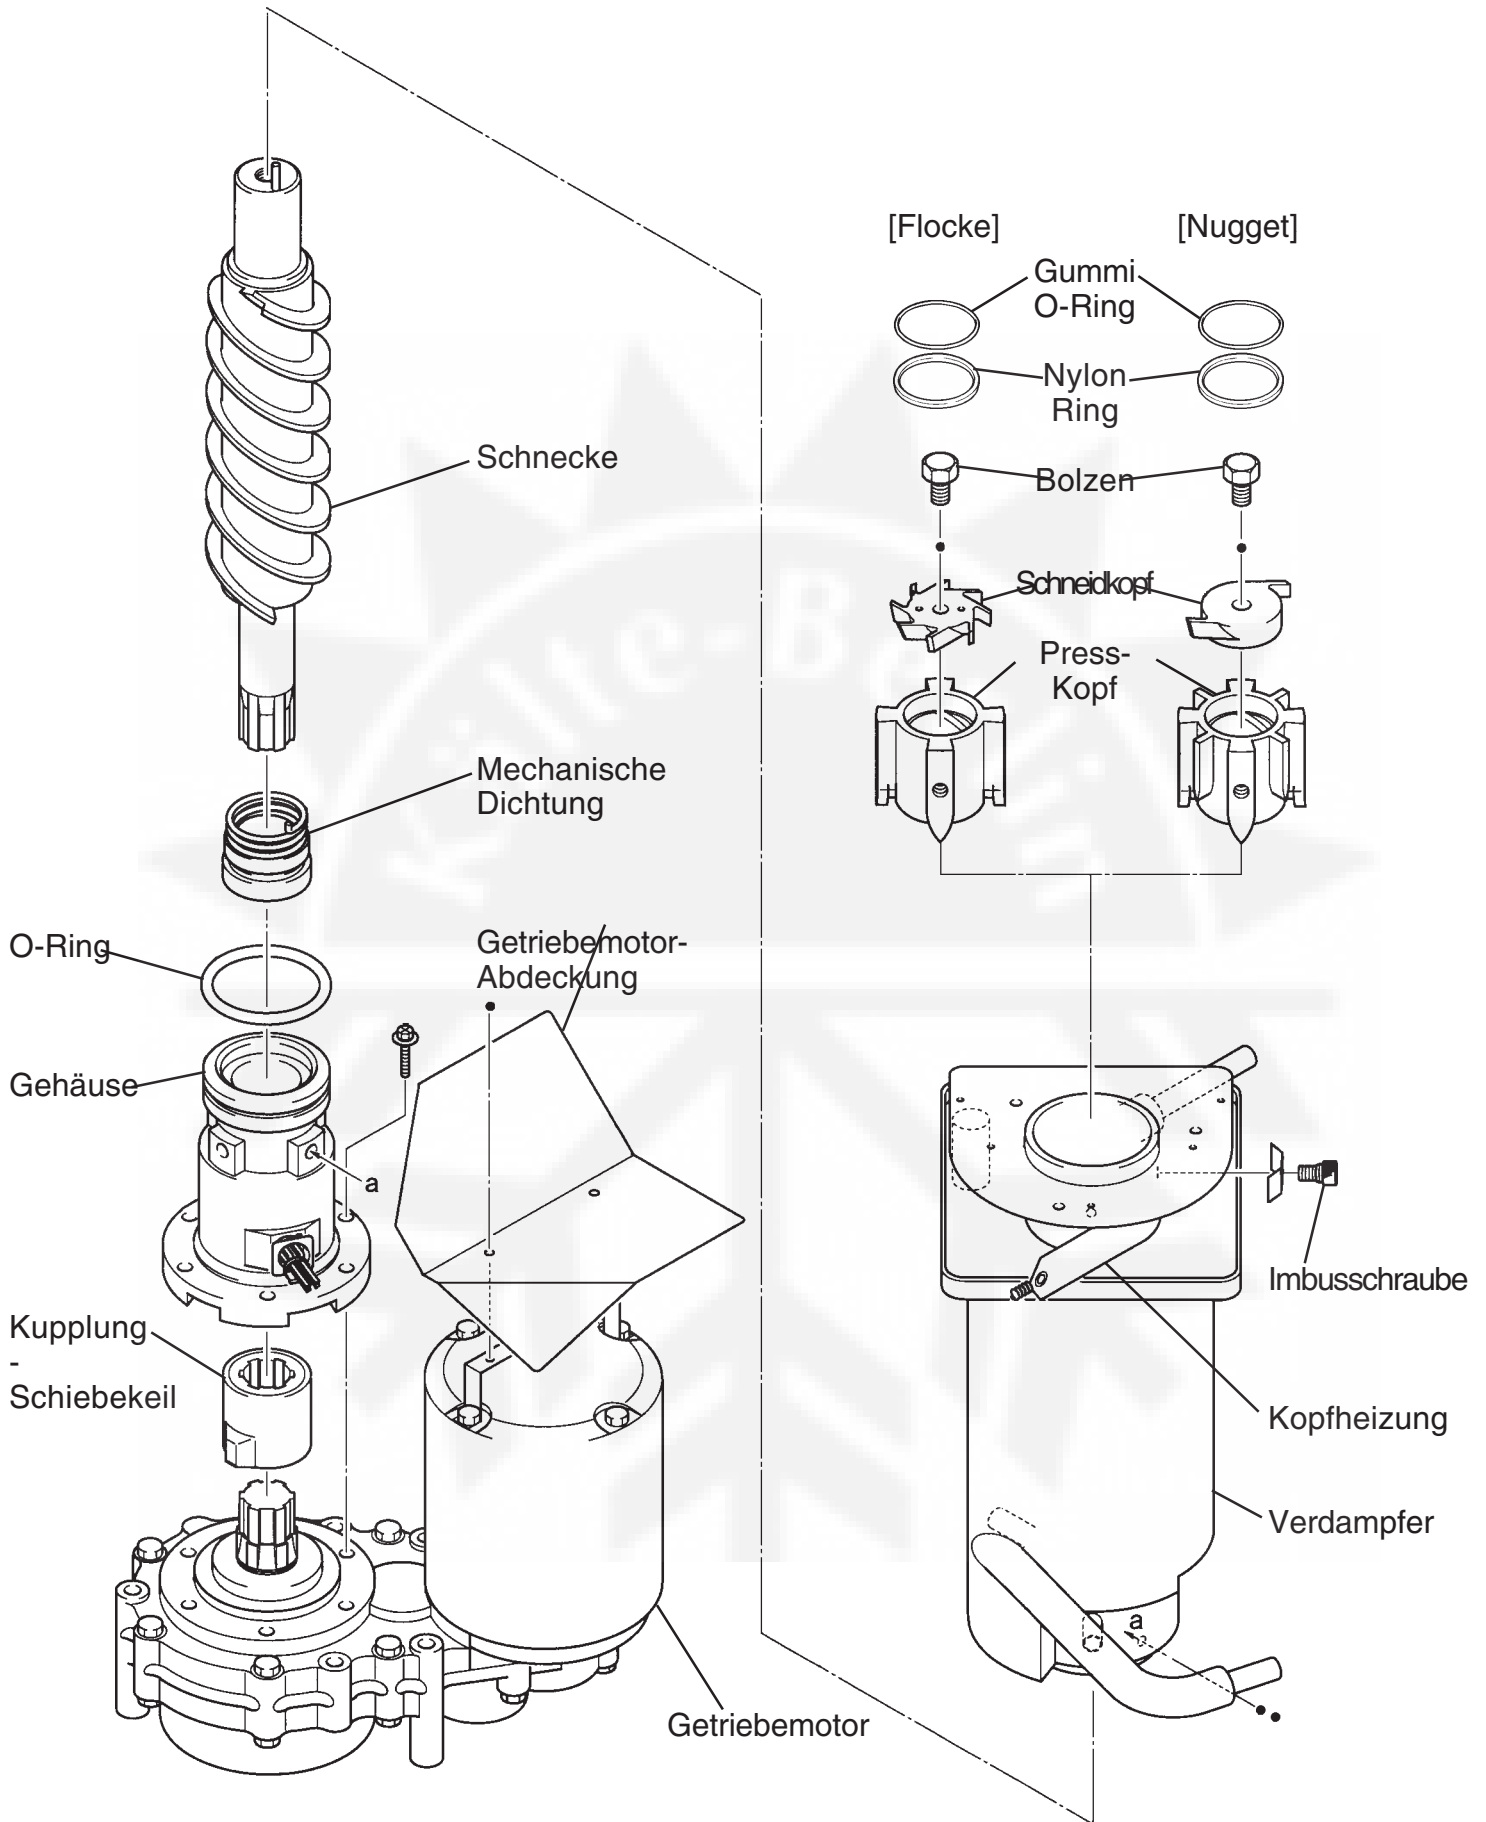

Abb. 14
7. VERDAMPFERBAUGRUPPE - Siehe Abb. 14